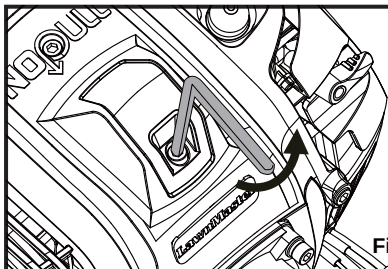

Fig. 33
- Quite la tapa de la bujía usando la llave hexagonal incluida (Fig. 33).